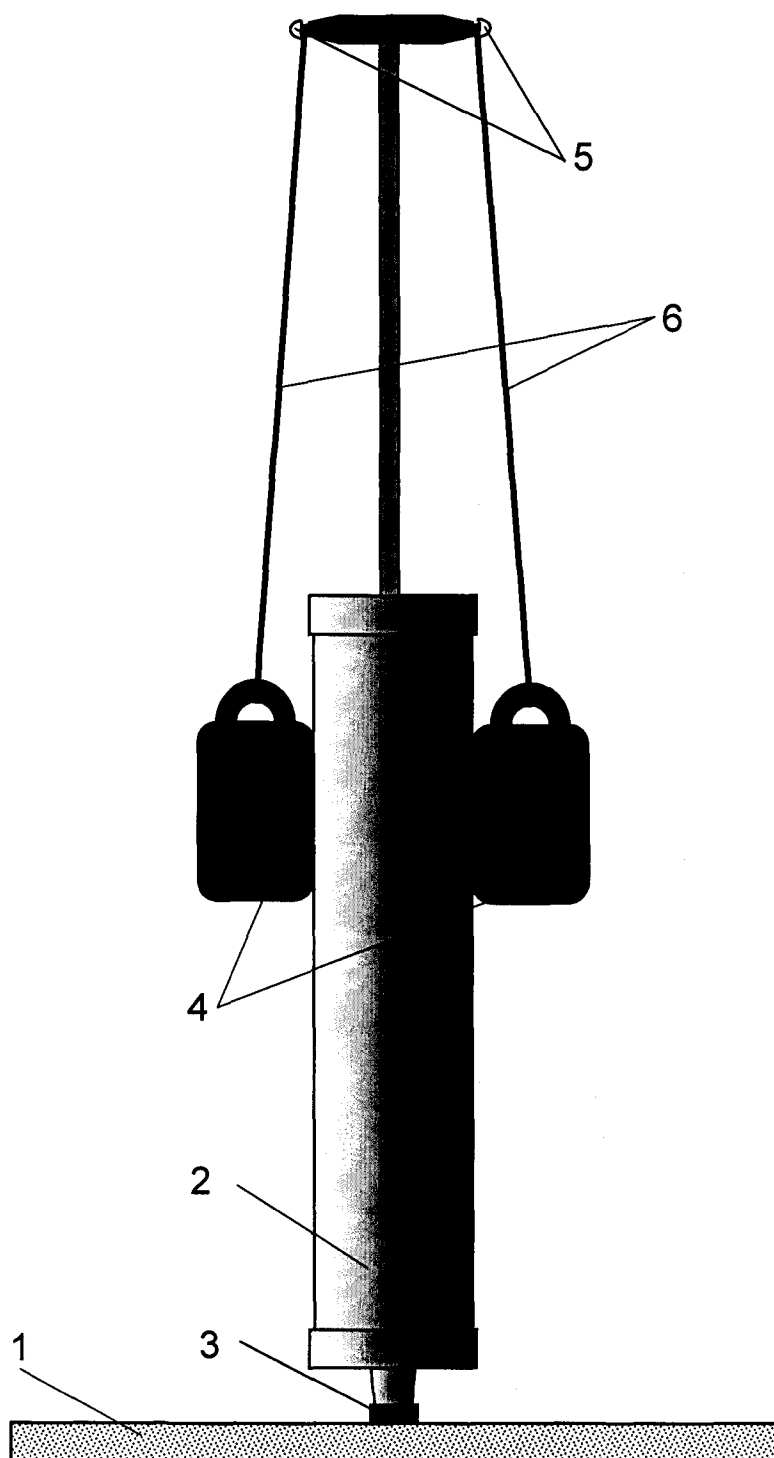

Рис. 2. Проверка герметичности дозатора
3.6.2.4 Устанавливают дозатор вертикально, как показано на рис. 2.